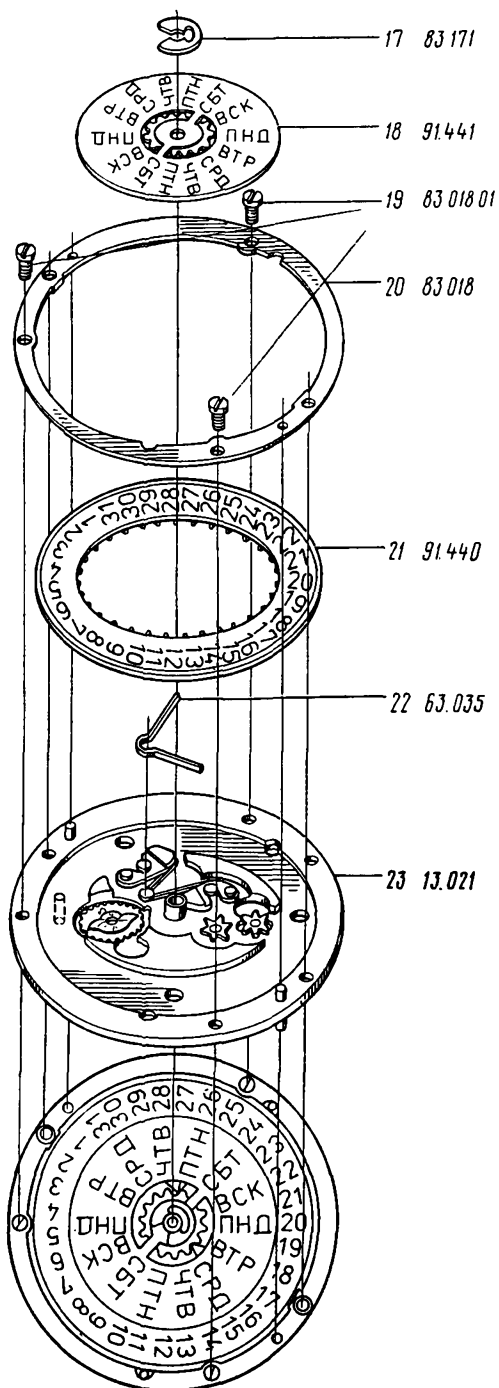

Рис. 145
21. Снять шайбу указателя дней недели 17 (рис. 145)